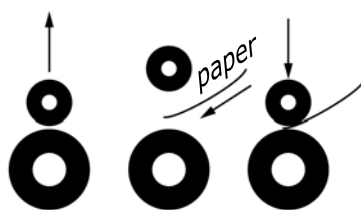

Abbildung 84:
- Heben Sie die Separierrollen mit dem gelösten Separierfeststellgriff (F3) an. Legen Sie ein Blatt Papier unter die Separierrollen und bewegen Sie sie wieder nach unten (siehe Abbildung 84).